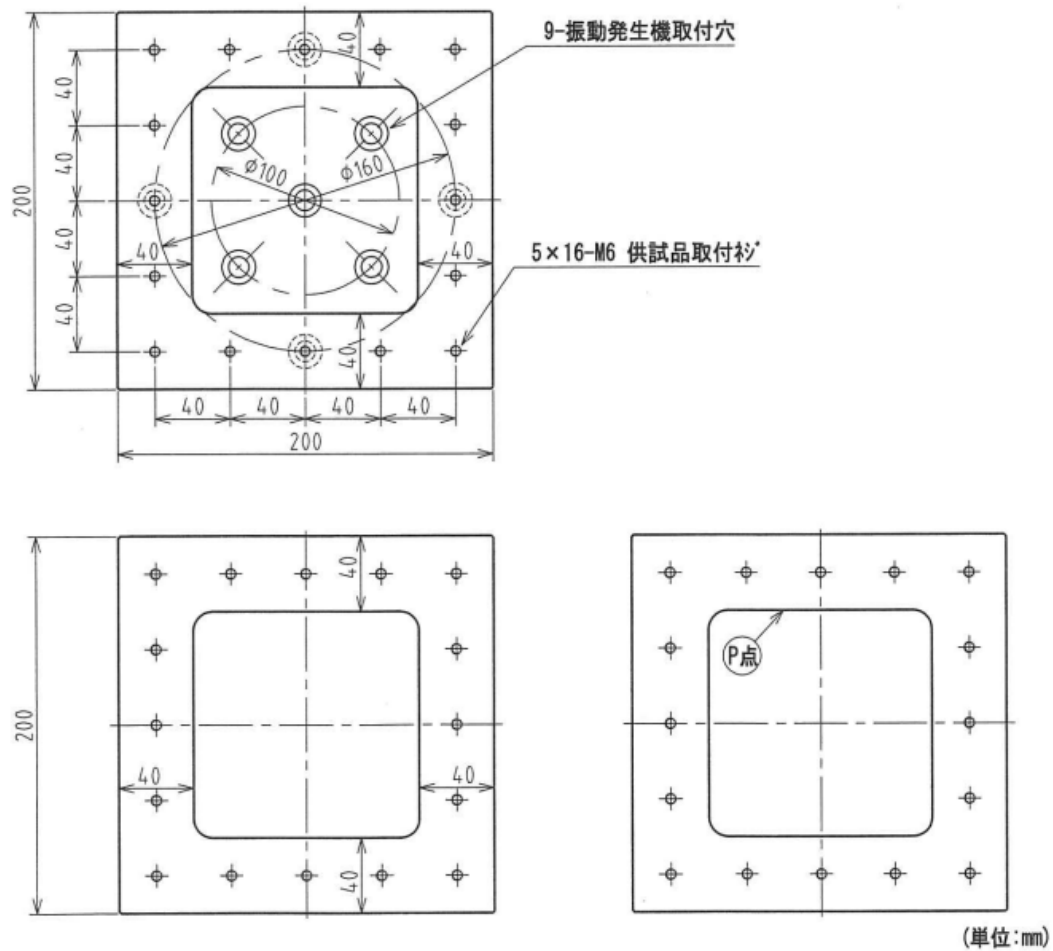

図 3.サイコロジグ図面 (2000Hz まで加振可能)
- ア. 図 3 に中型振動試験機で利用できるサイコロジグ図面を示します。
- イ. 図 3 中に示す P 点で制御した場合、2000Hz まで加振が可能です。